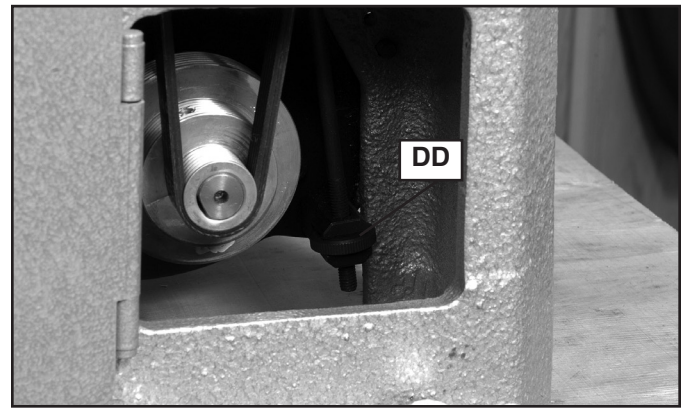

Fig. 19
3. Tourner la molette (DD) Fig. 19 dans le sens horaire pour accroître la tension ou, dans le sens antihoraire pour la décroître.